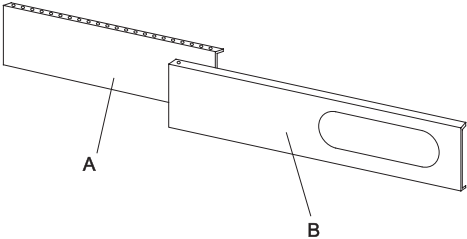

Рис. 10
Составные части кронштейна (см. рис. 10):
1. Соедините панели A и B, согласно рис. 10, отрегулируйте в соответствии с шириной окна. После этого убедитесь, что между кронштейном и окном нет зазоров.